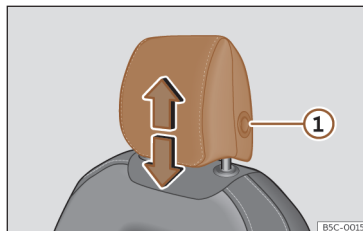
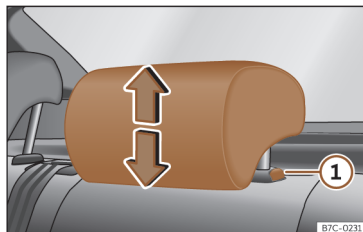

Fig. 91 Banco dianteiro: regulação do encosto de cabeça.
Fig. 92 Encosto de cabeça traseiro: ajuste do encosto de cabeça.
- Agarre o encosto de cabeça com ambas as mãos pelos lados e empurre para cima até o encaixar na posição desejada. Para baixá-lo, proceda da mesma forma, pressionando o botão lateral ① >>> Fig. 91, >>> Fig. 92.